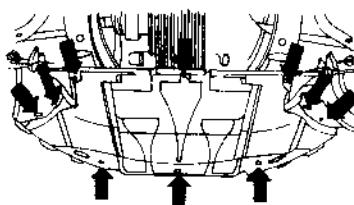

图 2-4 拆下油底壳防护底板
(1) 检查车辆是否安装了带有编码的控制器，如果有安装应先查询控制器编码。
(2) 关闭点火开关，拔下蓄电池负极搭铁线。
(3) 松开或断开所有电缆插头，安装时须重新接到原位置。
(4) 拆下防护底板，如图 2-4 所示。
(5) 拆下前保险杠。
(6) 在发动机下放置一个收集盘，打开冷却液储